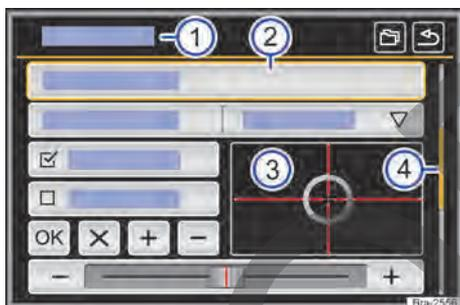

Fig. 121 Representación esquemática: cuadro general de las posibles superficies de función en el display.
El equipo está equipado con touchscreen (pantalla táctil) → **fig. 121** ③.
Las superficies de función inician funciones o abren otros submenús. En submenús se indica, en la línea del título, el menú actualmente seleccionado → **fig. 121** ①.